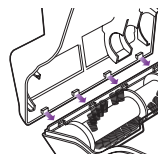

Fig. 27
- 3 Pour réassembler, insérez les onglets situés dans le coin supérieur du couvercle inférieur dans les orifices correspondants situés sur la partie supérieure et inclinez-le jusqu'à ce qu'il s'enclenche en place. (Fig. 27)